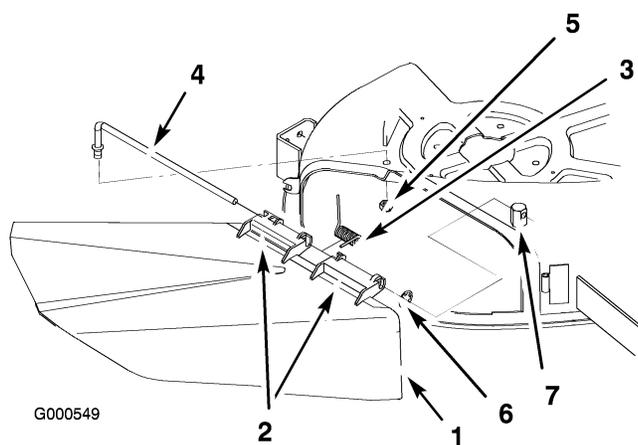

Figura 52
1. Individuate le parti illustrate nella Figura 52.
2. Togliete il dado (9,5 mm) dall'asta sottostante il tosaerba (Figura 52).
3. Estragete l'asta dal distanziatore corto, dalla rosetta di sicurezza interna, dalla molla e dal deflettore di sfalcio (Figura 52). Togliete il
4. Rimontate il deflettore di sfalcio e la rosetta di sicurezza interna (Figura 52).
6. Collocate la molla sull'asta (tenendo abbassati i fili alle estremità), tra le staffe del deflettore di sfalcio. Infilate l'asta nella seconda staffa del deflettore di sfalcio e nella rosetta di sicurezza interna (Figura 52).
7. Inserite l'asta dalla parte anteriore del deflettore dello sfalcio, nel piccolo isolatore sul piatto di taglio. Fissate l'estremità posteriore dell'asta nel tosaerba con un dado (9,5 mm) (Figura 52).